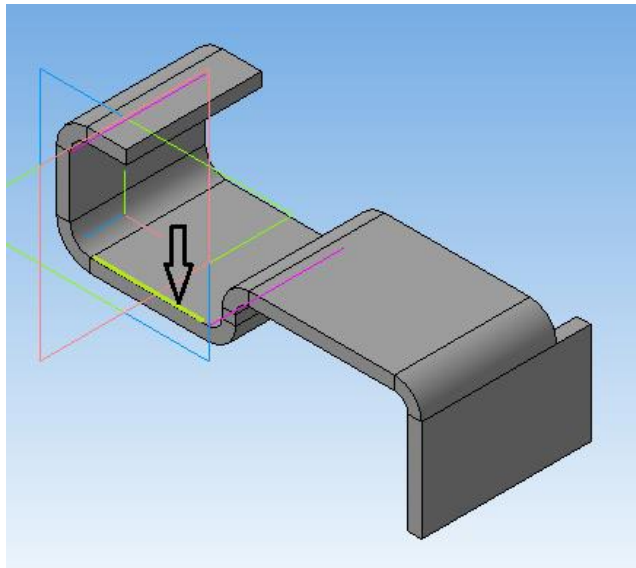

Рисунок 44.
1. На панели «*Элементы листового тела*» нажмем кнопку «Сгиб»  и укажем ребро листовой детали (рисунок 44).